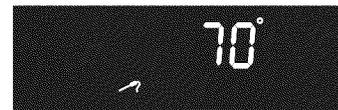

Figure 17 : Sonde détectée affichant sa température
3. Lorsque la sonde est détectée, un signal sonore de confirmation est émis, l'icône de la sonde s'allume et la température actuelle de la sonde s'affiche sur le tableau de commande (Voir Figure 17). Fermez la porte du four.